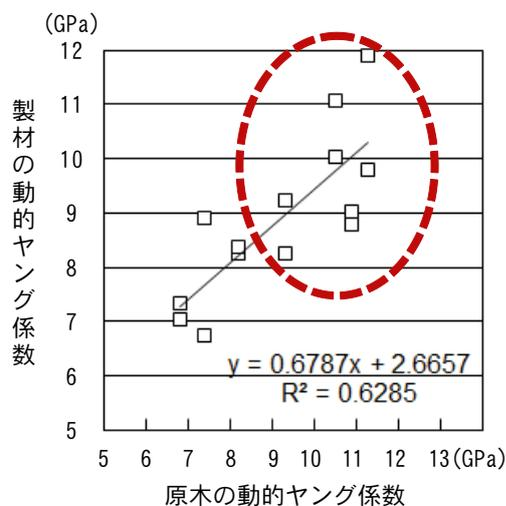

図1 原木と製材の動的ヤング係数の関係
① 動的ヤング係数が9GPa以上の原木を選別することにより、強度的に高品質な構造用製材を供給できます(図1)。